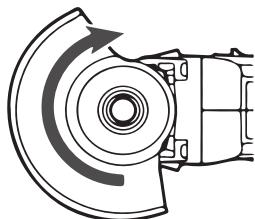

РИС. 4
Установите кожух диска, совместив выступ на полосе кожуха диска с выемкой на корпусе редуктора. После этого поверните кожух диска в нужное положение и крепко закрутите винт фиксации кожуха (Рис. 4).
- Как правило, держите край круга под углом около  $30^{\circ}$  для черновой обработки и около  $15^{\circ}$  для чистовой обработки поверхности. (Рис. 4).